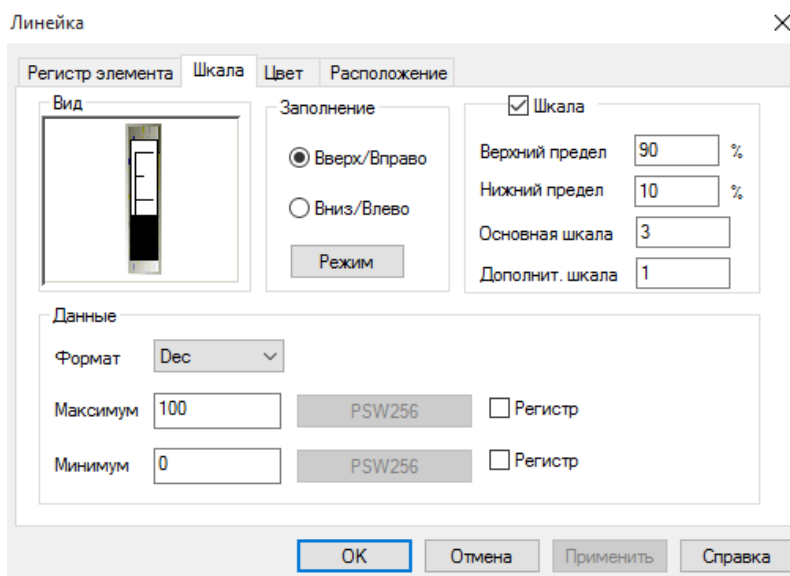

Рисунок 3.20 – Параметры элемента «Линейка», вкладка «Шкала»
**ЛИНЕЙКА.** Элемент «*Линейка*» используется для визуального отображения численного значения привязанного регистра совместно со шкалой (рис. 3.20).